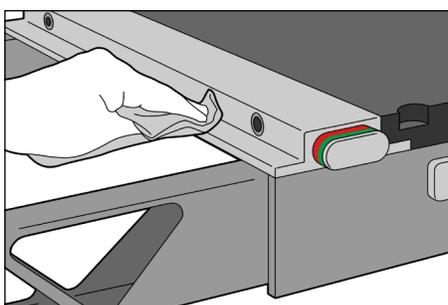

Fig. 2
2. Enlever peluches et débris de la surface externe de la barre de verrouillage en l'essuyant. (Fig. 2)